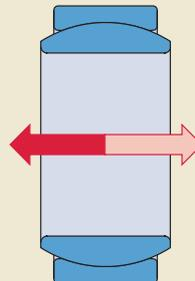

Bild 6
- Kombinierte Axial- und Radialbelastung (→ **Bild 6**)
Radial-Gelenklager können eine gewisse Axialbelastung  $F_a$  zusätzlich zur gleichzeitig wirkenden Radialbelastung  $F_r$  aufnehmen (→ **Bild 6 auf Seite 41**). Wenn die resultierende Belastung eine konstante Größe hat, wird die äquivalente dynamische Lagerbelastung folgendermaßen bestimmt: